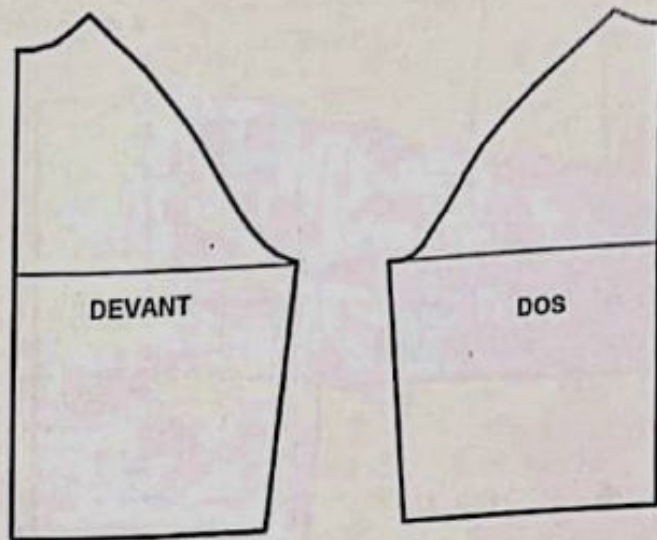

FIG. 4
- Ajoutez au patron fini de la manche (fig.4 et 5) 1 cm valeur de couture.